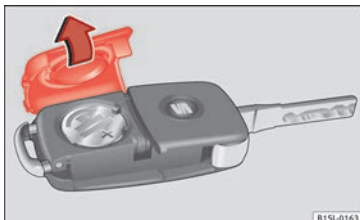

Fig. 99 Llave del vehículo: tapa del compartimento para la pila.
- Retire la tapa de la parte trasera de la llave del vehículo » **fig. 99** en la dirección de la flecha » **!**.
- Coloque la tapa en la carcasa de la llave del vehículo, presionándola tal como se muestra » **fig. 99**, en sentido contrario a la flecha, hasta que encaste.